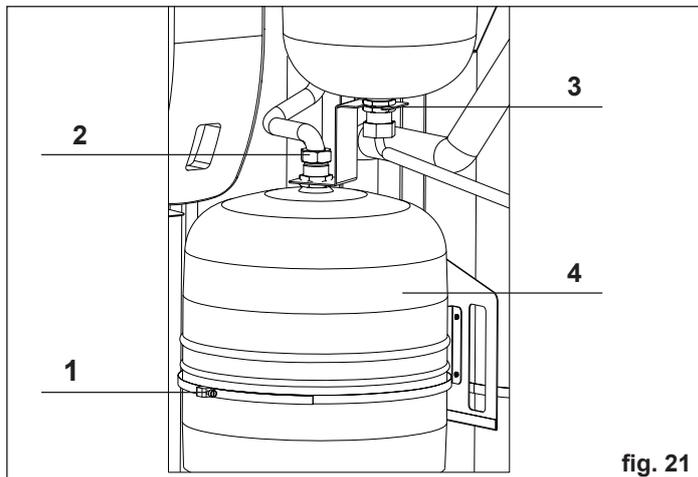

fig. 21
8. Rimozione vaso espansione circuito solare (fig. 21)
- Allentare la fascetta agendo sulla vite in modo da liberare il vaso (1).
- Allentare il dado rampa/vaso espansione solare (2).
- Allentare la ghiera di fissaggio della staffa vaso espansione sanitario (3).
- Sfilare il vaso espansione solare (4).